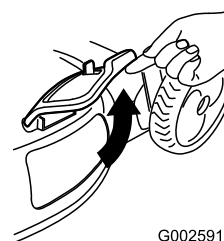

Figure 41
2. Soulevez et ouvrez le volet d'éjection latérale (Figure 41).